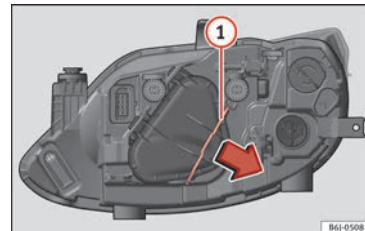

Bild 94 Enkla strålkastare.
- För öglorna » bild 94 ① i pilens riktning och ta bort locket.